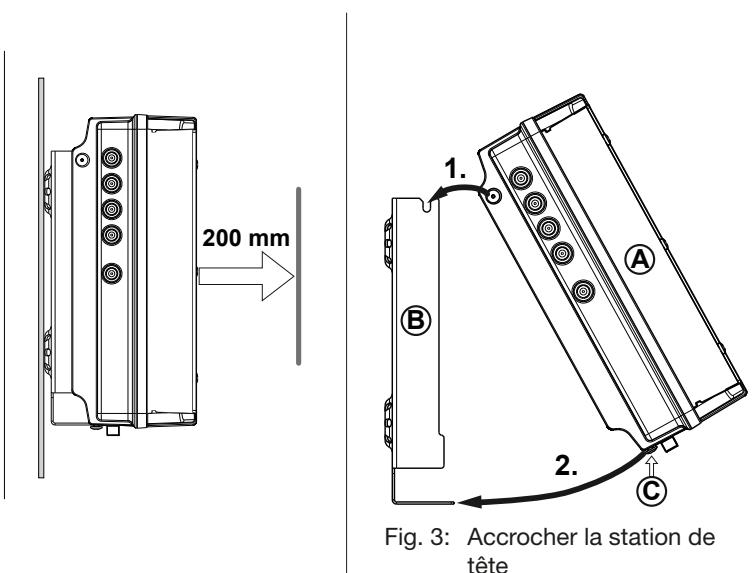

Fig. 3: Accrocher la station de tête
1. Montez le support mural à l'horizontale sur la surface de montage ; voir ⑧ sur la Fig. 3. Important :
2. Accrochez la station de tête ⑨ dans le support mural ⑧ ; voir Fig. 3.
3. Serrez la vis ⑩.